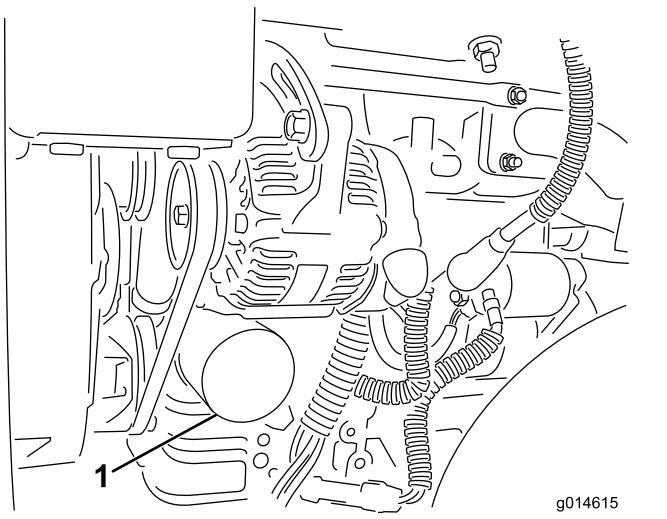

Figure 44
2. Déposez le filtre à huile (Figure 44). Appliquez une fine couche d'huile sur le joint du filtre de rechange.